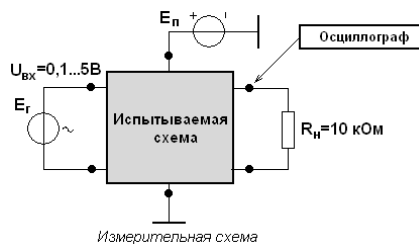

Рис.1.1 – Измерительная схема
2. Выполнить моделирование схемы в среде EWB/MS, дополнив ее необходимым измерительным оборудованием (генератором импульсов, осциллографом, амперметрами, вольтметрами) – см. рис. 1.1